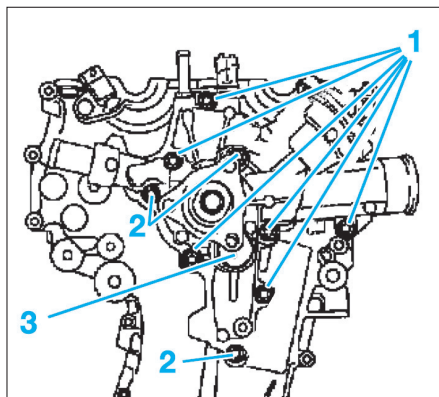

Fig. 22
- Déposer les 9 vis (1) et (2) de la pompe à eau (3) puis cette dernière (Fig.22).